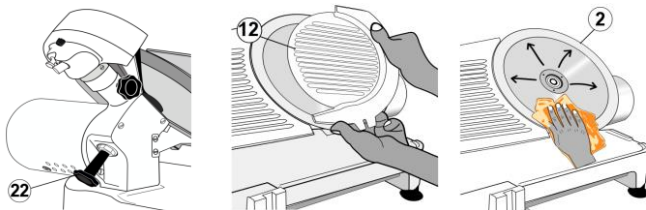

FIG 12. LIMPIEZA DE LA CUCHILLA
E. CUCHILLA (Ver Fig. 12).
1. Afloje la perilla del plato (22) girándola en contra de las manecillas del reloj que se encuentra en la parte posterior de la rebanadora.
2. Remueva el plato (12) de la cuchilla, usando ambas manos para levantarlo.
3. Extremando precauciones, limpie la cuchilla (2) de adentro hacia afuera. Humedezca, limpie y seque las veces que sea necesario.